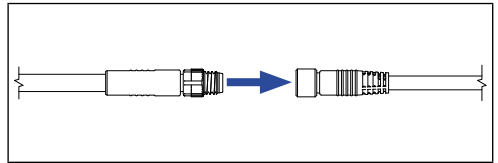

Abb. 10: Anschluss des Steckers an die Buchse der vorhandenen Spannungsversorgung
Für die R-Serie V mit EtherCAT®, EtherNet/IP™, POWERLINK und PROFINET kann der TempoLink® Sensorassistent in eine vorhandene Spannungsversorgung eingebunden werden. Schließen Sie den Stecker ② an die Buchse des Kabels für die Spannungsversorgung an, welcher zuvor an den Sensor angeschlossen war (Abb. 10).